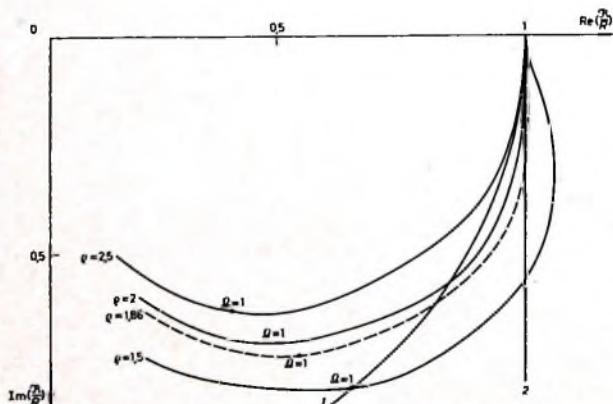
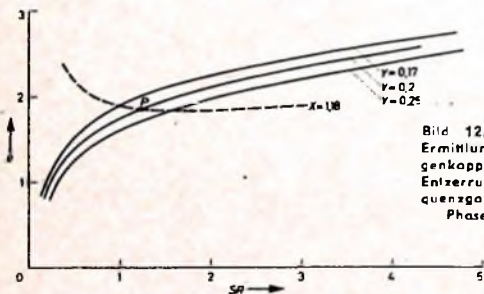

Bild 11. Ortskurven der Katodenkombination
Bild 12. Grafische Ermittlung der Gegenkopplung zur Entzerrung des Frequenzganges und des Phasenganges
Die Ortskurve dieser Gleichung, die im Bild 11 dargestellt ist (dabei ist ρ Parameter), muß nun folgende Bedingungen erfüllen, damit der Amplitudengang von $|\mathfrak{R}_k|$ den geforderten Verlauf hat: Der Fall
entspricht dem Kreisbogen 1 im Bild 11. \mathfrak{R}_k soll aber erst bei größten Werten von Ω innerhalb des Bogens 1 verlaufen. Weiterhin darf \mathfrak{R}_k die Gerade 2
nicht schneiden, damit ein stetiger Anstieg von $|\mathfrak{R}_k|$ gewährleistet ist, denn zu \mathfrak{R}_k/R wird nach Gl. (81) noch der Wert von $1/(SR)$ addiert, was einer Nullpunktverschiebung im Bild 11 entspricht. \mathfrak{R}_k/R muß für frequenzunabhängiges A_3 im dem Raum zwischen 1 und 2 verlaufen. Die Bedingung nach Gl. (99) bedeutet
Allerdings stellt in der Praxis eine kleine Abweichung von Gl. (100) nur eine sehr kleine Verstärkungsminderung bei $\Omega < 1$ dar. Es ist also erlaubt, ρ etwas kleiner als 2 zu wählen. Die Bedingung wird durch die Kurve $\rho = 2$ im Bild 11 erfüllt.
Beide Gleichungen sind im Bild 12 ausgewertet. Der Schnittpunkt P der beiden Kurven liefert die Werte
Die Änderung von P bei anderer Phasenlaufzeitverzerrung ist ebenfalls aus Bild 12 ersichtlich. Dabei ändert sich die Kreisdämpfung ϱ kaum, nur die Gegenkopplung muß geändert werden. Hierbei sieht man, daß eine zu große Laufzeitverzerrung eine verhältnismäßig große Verstärkungsminderung zur Folge hat. Im Bild 11 ist die Ortskurve mit $\varrho = 1,86$ ebenfalls eingetragen. Sie weicht aber nur wenig von den Bedingungen Gl. (98), Gl. (99) und Gl. (100) ab.